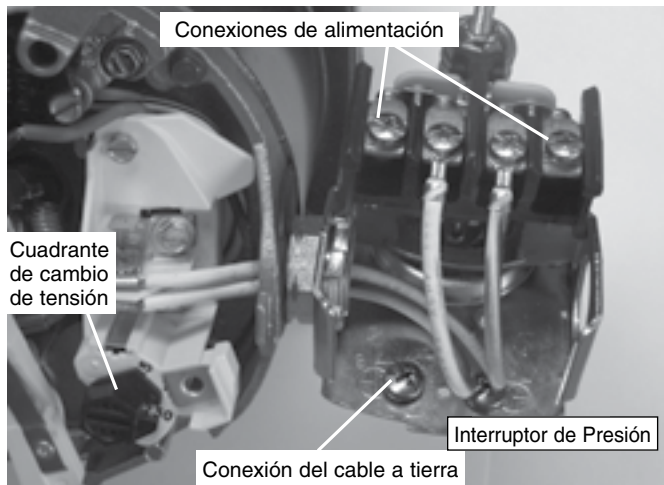

Figura 6: Tensión configurada para 230 voltios, tipo cuadrante.
3. Conecte los conductores de alimentación a los dos tornillos exteriores en el manóstató según se ilustra en el Figura 6.
4. Conecte el cable a tierra a una de las conexiones a tierra según se ilustra en la Figura 6.
- Paso 1. Conecte el alambre de puesta a tierra primero según se ilustra en la Figura 6. El alambre de puesta a tierra debe ser un alambre de cobre sólido por lo menos tan grande como los alambres de suministro de corriente.
- Paso 4. Conecte los alambres de suministro de corriente al conmutador de presión según se ilustra en la Figura 6.